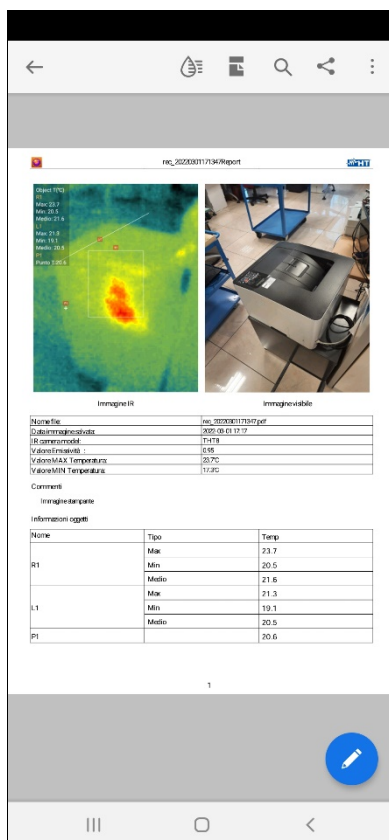

Fig. 13: Visualizzazione report PDF
5. Il report PDF è creato e salvato automaticamente nella cartella “**DCIM/Report_pdf**” del dispositivo mobile collegato come mostrato nella Fig. 13